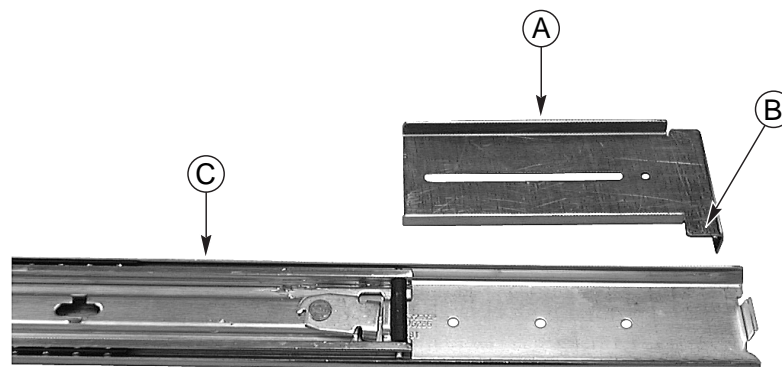

図6 FR/RL ブラケットの向き
3. FR/RLというラベルの付いたブラケットの1つを外メンバの外側に合わせます。ブラケットの下方タンを正しい向きにしなければなりません。図6のBに正しい向きが示されています。
FR/RLブラケットの向きおよびスライドレールアセンブリの伸ばし方は、図6を参照してください。